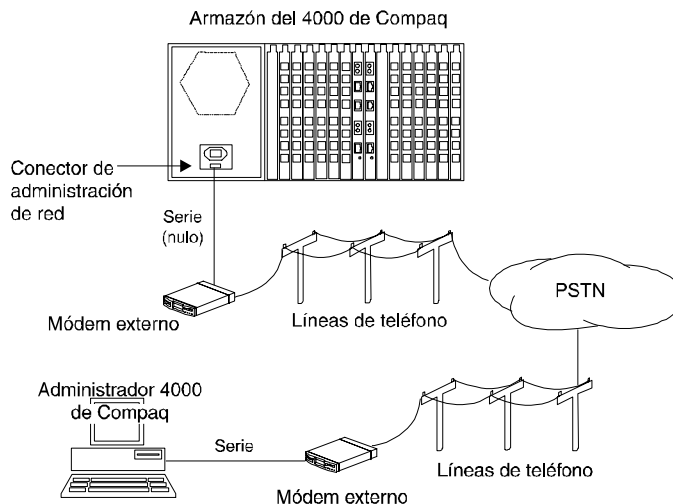

Figura 2-16. Conectar a un módem externo
2. Conecte un extremo de un cable serie de módem nulo al conector de administración de red situado en la parte posterior de la fuente de alimentación del chasis. Consulte la Figura 2-16.
3. Conecte el otro extremo de un cable serie de módem nulo al puerto serie del módem. Consulte la Figura 2-16.